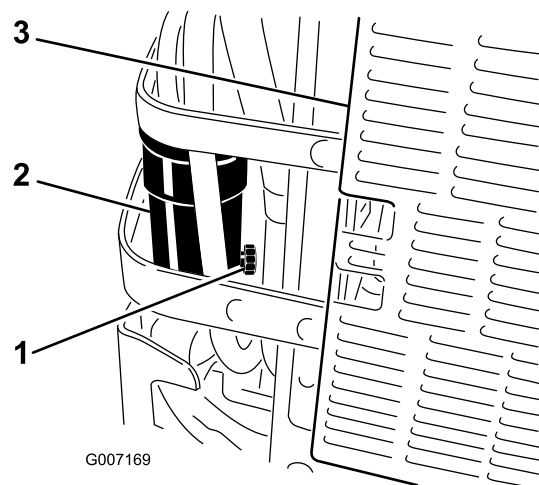

Figura 70
5. Abra a válvula de drenagem no separador de água aproximadamente 1 volta para permitir que a água e outros contaminantes drenem (Figura 70).
6. Feche a válvula de drenagem quando sair apenas gasóleo (Figura 70).